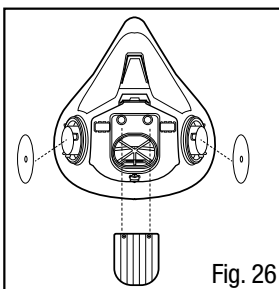

Fig. 26
4. Installer la nouvelle soupape d'exhalation 6583 3MMC en insérant les tiges dans les deux trous jusqu'à ce qu'elles soient visibles de l'intérieur du masque, puis en tirant sur celles-ci jusqu'à ce qu'elles soient bien appuyées et fixées en place (Fig. 26).